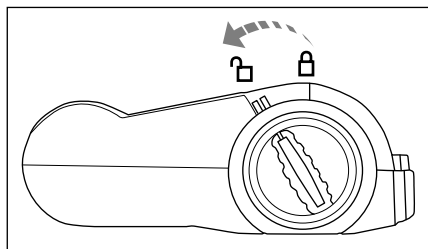

Bild 7
- 2) Lossa rullborsten 18 genom att föra upplåsningen till rullborsten 17 mot symbolen (öppna) med fingret (bild 7).